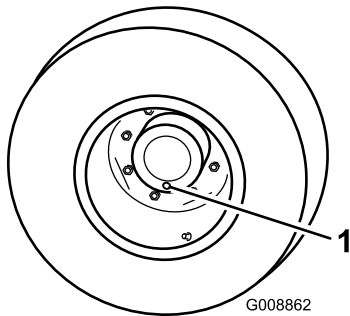

Figura 69
1. Coloque a máquina numa superfície nivelada, posicione uma roda de forma a que um dos tampões de verificação se encontre na sua posição mais baixa (6 horas) (Figura 69).